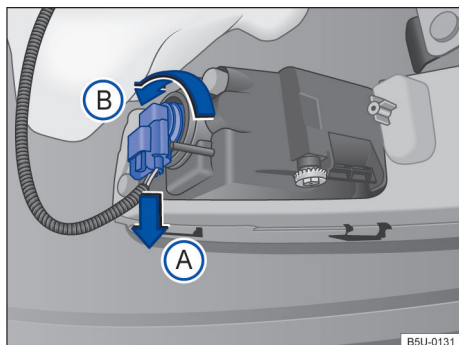

Fig. 143 Atrás do para-choque dianteiro: acesso à lâmpada incandescente do farol de neblina.
2. Desencaixar o conector de alimentação da lâmpada → Fig. 143 no sentido da seta (A), pressionar, ao mesmo tempo, a trava de fixação do conector.
3. Girar o soquete da lâmpada → Fig. 143, no sentido anti-horário da seta (B), e desencaixá-lo do alojamento.